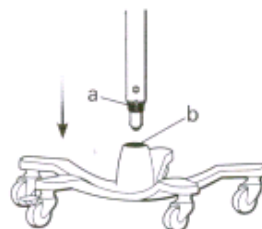

図2
① 図1で示したようにスタンドの支柱の突起(a)とスタンドベース開口部の溝(b)の位置を合わせ、図2のように支柱をベース開口部にまっすぐに押し込んでください。